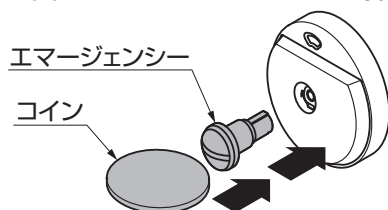

図2-4 エマージェンシーの操作
- ④エマージェンシーをおでかけサムターンと同様に差込み、コインで回転することを確認してください。(図2-4参照)